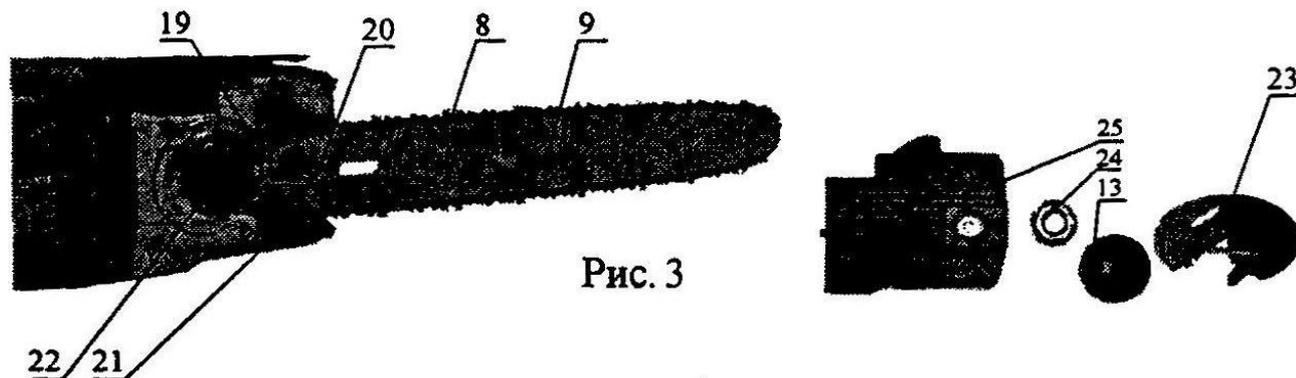

Рис. 3
4.6. Вращение двигателя передаётся на вал редуктора и через фрикционную муфту на ведущую звёздочку 22 (Рис. 3) привода пыльной цепи.
6.1.2. Установка пильного аппарата (Рис.3).
—цепь и шину, а также полость под крышкой редуктора пилы (рис. 3) своевременно очищать от загрязнений и опилок. Делать это каждый раз перед заполнением бачка маслом. При каждой повторной установке пильного аппарата рекомендуется переворачивать шину на  $180^{\circ}$  относительно предыдущего положения с целью обеспечения её равномерного износа;